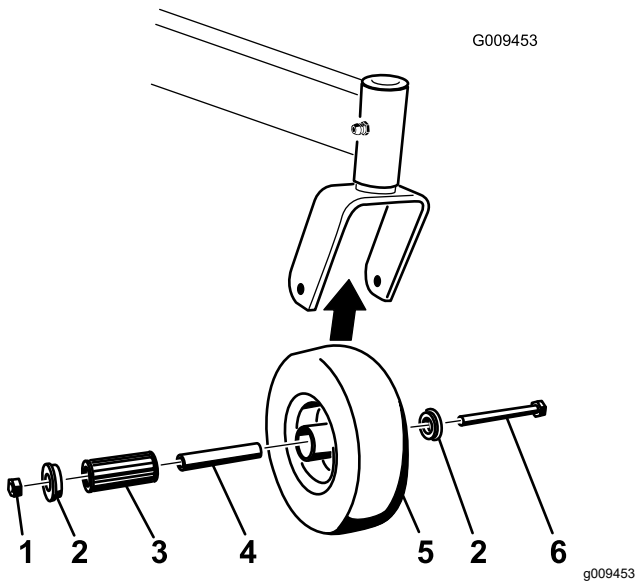

Figure 34
1. Enlevez le contre-écrou et le boulon de fixation de la roue pivotante à la fourche (Figure 34).
2. Enlevez une bague, puis sortez la douille pour clé et le roulement à rouleaux du moyeu de roue (Figure 34).
3. Enlevez l'autre bague du moyeu, puis nettoyez la graisse et les saletés éventuellement présentes dans le moyeu (Figure 34).
Remarque: Remplacez les pièces endommagées ou usées (Figure 34).
5. Insérez une bague dans le moyeu (Figure 34).
6. Graissez le roulement à rouleaux et la douille pour clé, et insérez-les dans le moyeu (Figure 34).
7. Mettez la deuxième bague dans le moyeu (Figure 34).
8. Montez la roue pivotante dans la fourche à l'aide du boulon et du contre-écrou (Figure 34).
9. Serrez le contre-écrou jusqu'à ce que la base de la douille pour clé soit en appui contre l'intérieur de la fourche (Figure 34).